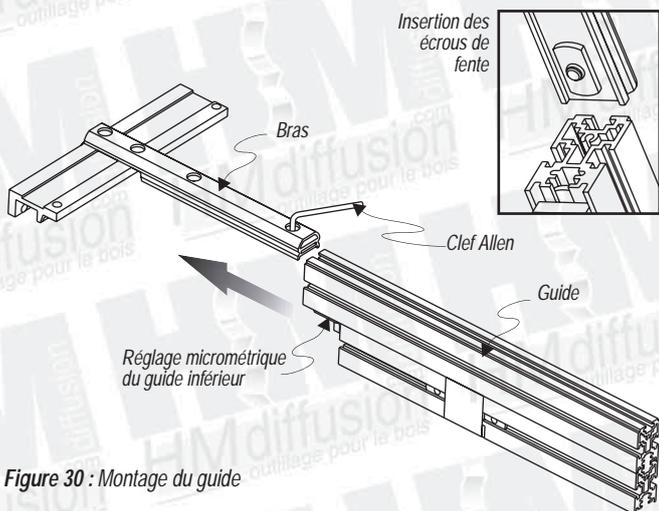

Figure 30 : Montage du guide
- Fixer le support de guide perpendiculaire à l'aide des deux vis 3/8" (figure 30) sur le bras de guidage.